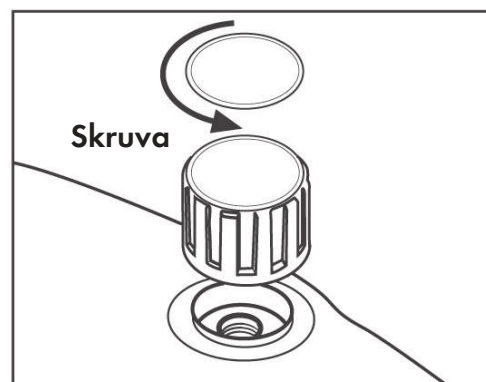

Fig. 16
Lätta på trycket i ångaggregatet genom att stänga omkopplaren (11) och släppa ut all ångan med hjälp av ångknappen (18) på handtaget. Stäng sedan av apparaten med huvudströmbrytaren (10). Låt ångaggregatet svalna, dra ut stickproppen ur eluttaget och öppna säkerhetsproppen försiktigt (**Fig. 16**). Ta loss stommen (1) från uppsamlingsbehållaren (2). Fyll ångaggregatet med avkalkningsmedel utspätt med 20 % vatten (0,2 liter till 1 liter vatten).